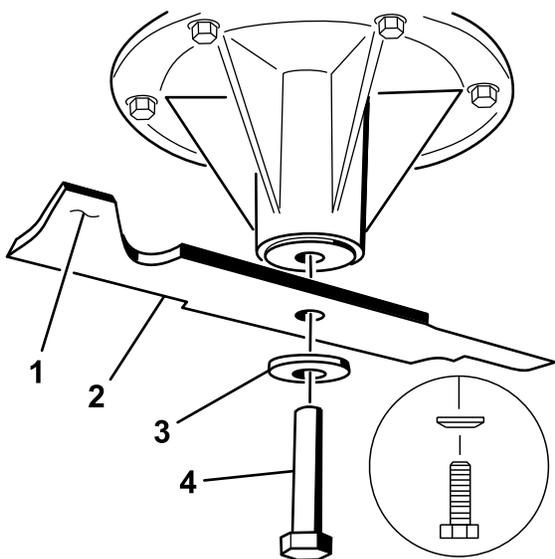

Figura 82
1. Instale a lâmina no veio (Figura 82).
2. Instale o disco de mola e o parafuso da lâmina (Figura 82).
Nota: O cone do disco de mola deve ser montado virado para a cabeça do parafuso (Figura 82).